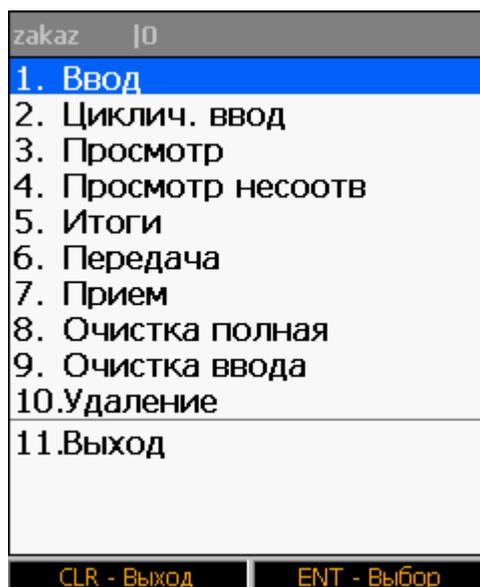

Рис.70 Меню GOODS работы с выбранным заказом
- 3) Загрузить заказы на терминал - выбрать пункт меню работы с заказом **7.Прием** (см. рис. 70).